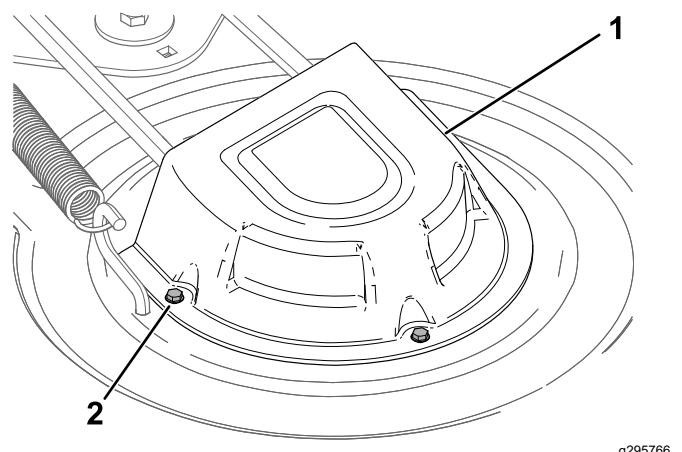

Bild 55
5. Lösen Sie die Schrauben und entfernen Sie die Abdeckungen der Riemenscheibe (Bild 55).